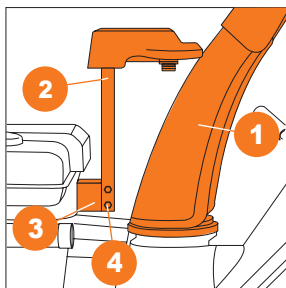

Рис. 13
- Установите желоб **1** на отверстие выброса снега корпуса снегоуборочной машины (Рис. 13).